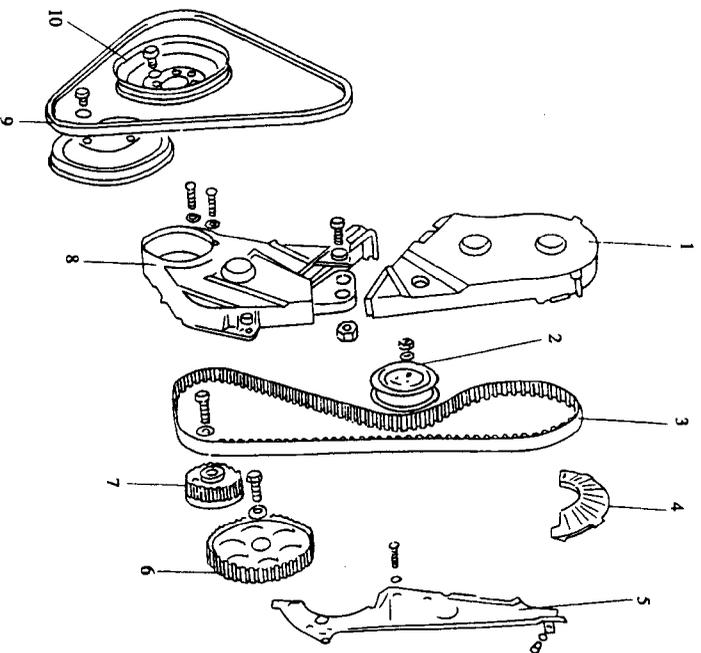

图 1-16 发动机齿形带及带轮等前端部零件
如图 1-16 所示,拆下螺栓等即可。
(4) 齿形皮带的拆卸。如图 1-16 所示,旋松张紧轮 2 上的螺栓,逆时针转动张紧轮,使皮带 3 松动后取下。并卸下惰轮 6、张紧轮 2 等。